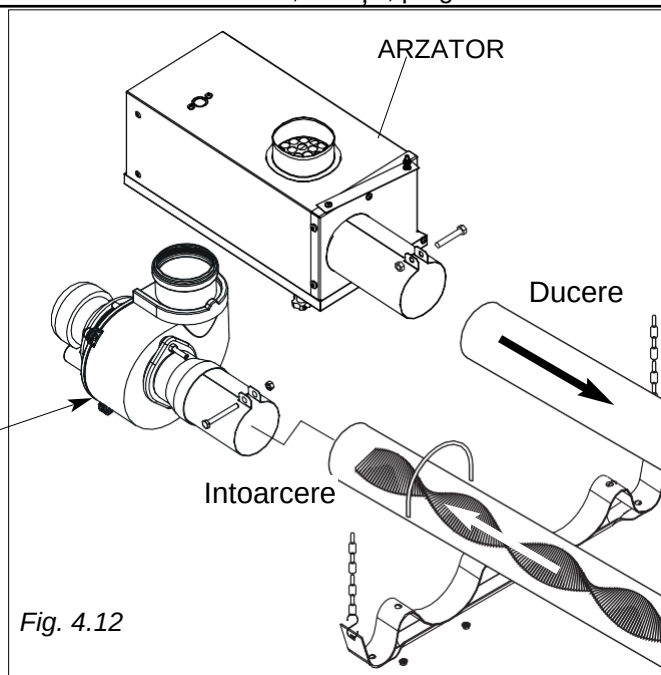

Fig. 4.12
- Fixați arzătorul la capătul tubului de ducere și exhaustorul pe tubul de întoarcere (fig. 4.12), consultați și paragrafele 3.5, 3.6